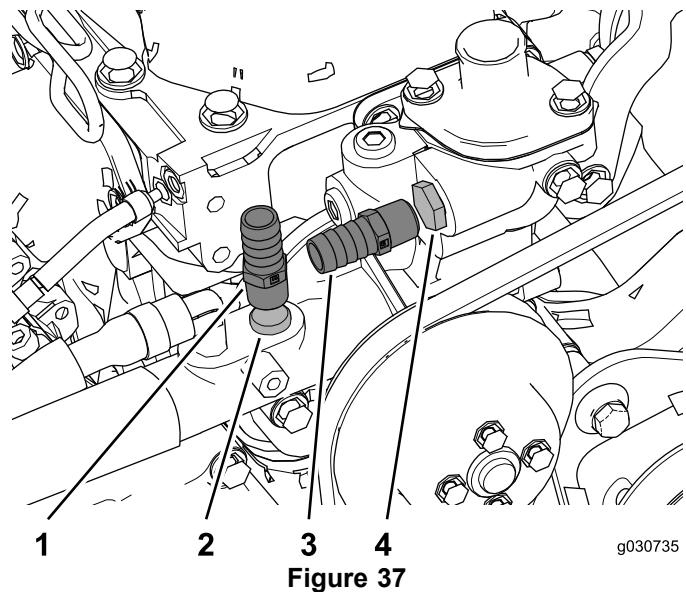

Figure 37
- Retirez les obturateurs des flexibles de retour et d'alimentation du chauffage, et montez les raccords (3/8 NPT x 0,625 cannelés) comme montré à la Figure 37.